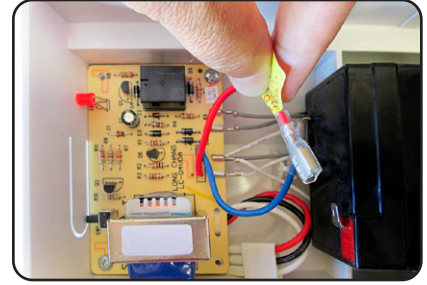

FIG. 4
5. Connect the Red lead from the positive terminal connector on the circuit board to the positive battery terminal (+) (Fig. 4). Connect the quick connector.
5. Connecter le fil ROUGE de la borne positive de la carte du chargeur sur le connecteur de la borne positive de la batterie (Fig. 4). Connecter le connecteur rapide.